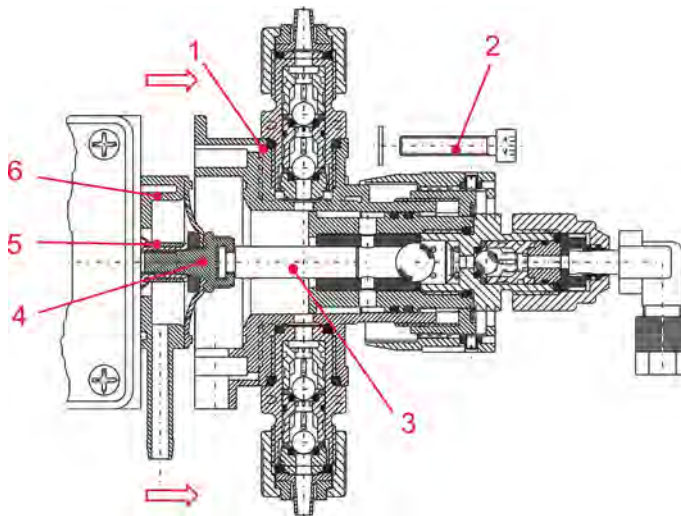

Fig. 90 : Remplacement de la membrane et de la tête de pompe
5. ► la bonne mise en place des vis de dosage ( ↪ *Chapitre 11.2 « Remplacement de la membrane et de la tête de pompe » à la page 111, Fig. 90 (contrôler si elles sont bien serrées, couple de serrage 3 - 4 Nm).*